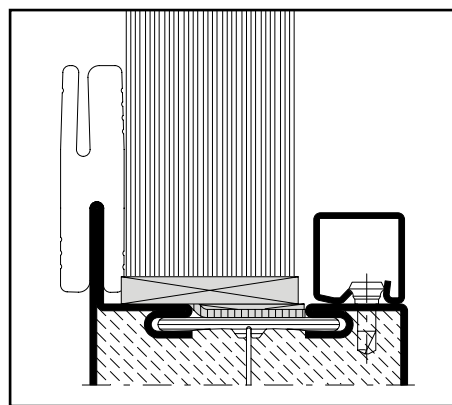

Abb. 24 / Fig. 24 / Fig. 24
- Glaselement einsetzen, ausrichten und verklotzen. Alle Glasleisten aufklipsen (Abb. 24).
- Mettre en place le vitrage, le positionner et le caler. Clipper toutes les parcloes (fig. 24)
- Insert the glazing element, align correctly and insert pads. Clip on all glazing beads (fig. 24)